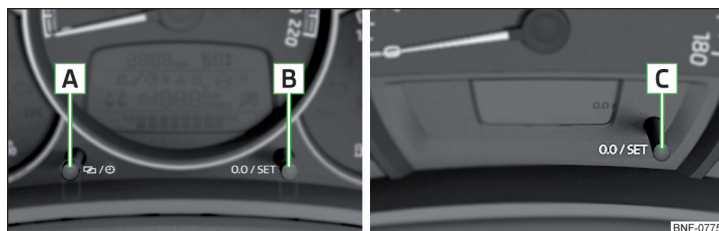

Fig. 23 Tastele din panoul de bord: varianta 1 și 2 / varianta 3
- ▶ Mențineți apăsată tasta **C** » fig. 23 la pagina 32, până când afișajul orei / temperaturii exterioare clipește.
- ▶ Mențineți apăsată tasta **A** » fig. 23, până când afișajul orei începe să clipească pe display.
- ▶ Mențineți apăsată tasta **C** » fig. 23, până când afișajul orei clipește.
› Apăsați tasta [B] resp. [C] » fig. 23 la pagina 32.
› Selectați contorul pentru distanța parcursă (trip) și mențineți apăsată tasta [B] resp. [C] » fig. 23 la pagina 32.